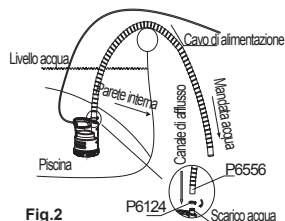

Fig.2
1. Collegare il tubo flessibile fornito alla pompa di drenaggio stringendo l'apposita fascetta (vedere Fig. 2).